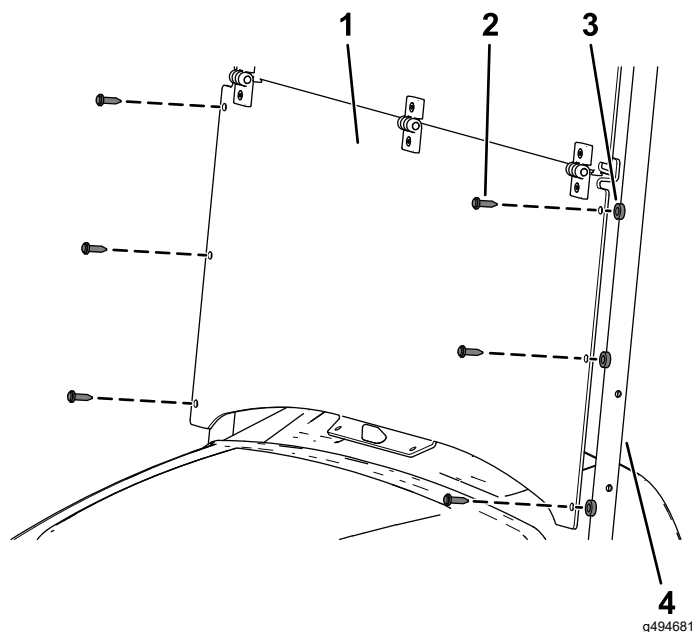

Figura 8
3. Allineate i fori nella parte inferiore del parabrezza con i fori nei tubi di supporto del tettuccio (Figura 8).
4. Fissate i lati del parabrezza ai tubi di supporto del tettuccio con i 6 distanziali in plastica e i 6 rivetti lunghi di plastica (Figura 8).